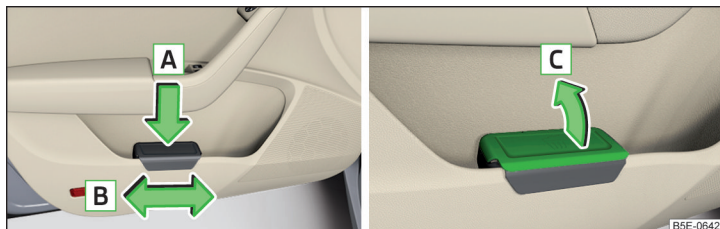

Fig. 99 Poubelle : insérer et déplacer / ouvrir
- Enfoncez la poubelle dans la partie arrière dans le sens de la flèche **A** » fig. 99.
- Retirez la poubelle dans le sens contraire à la flèche **1** » fig. 99.
- Relevez le cache dans le sens de la flèche **C** » fig. 99.